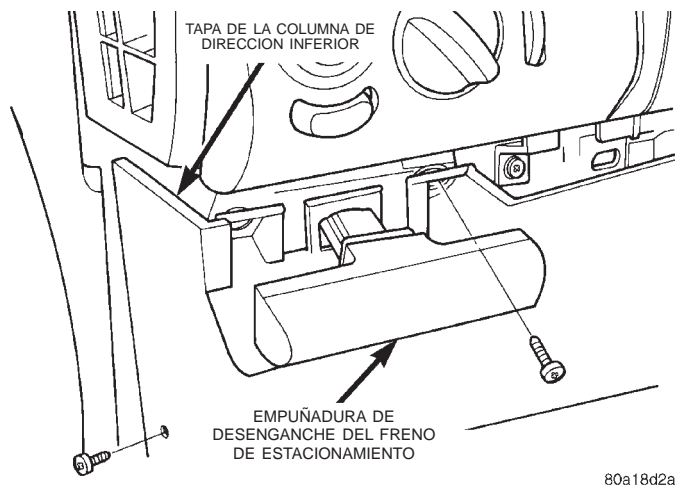

Fig. 46 Empuñadura de desenganche del freno de estacionamiento
(1) Retire los tornillos que sujetan la empuñadura de desenganche del freno de estacionamiento al tablero de instrumentos (Fig. 46).